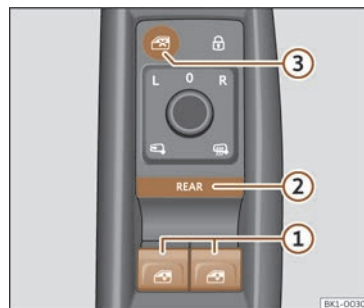

Fig. 91 Detall de la porta del conductor: comandaments per a les finestretes.
① Teclades dels alçavidres elèctrics.
- ② Botó **REAR** per activar el maneig dels alçavidres elèctrics del darrere i l'obertura i el tancament de confort.
- ③ Botó per desactivar les teclades dels alçavidres elèctrics situades a les portes del darrere.
Per defecte, els alçavidres elèctrics de les portes davanteres es poden manejar amb les teclades >>> **fig. 91** ①.
REAR Premeu breument el botó >>> **fig. 91**
Accioneu el botó >>> **fig. 91** ③ per desactivar les teclades dels alçavidres elèctrics situades a les portes del darrere. Quan aquestes teclades estan desactivades, el llum del botó s'apaga.